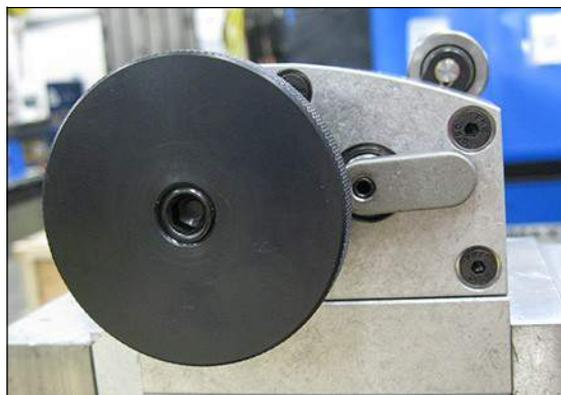

FIGURE 5-3. POSITION DU BRAS À CAME ET DE LA CLÉ
2. Ajuster la clé et le bras de came pour qu'ils soient positionnés comme indiqué sur la droite de la Figure 5-3.